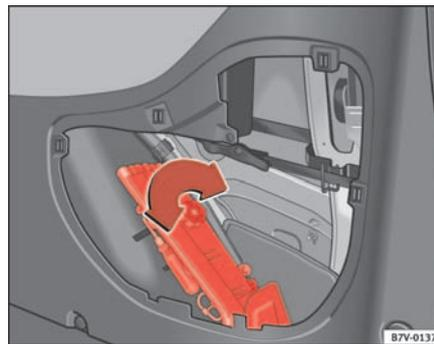

Abb. 152 Unterbringung Bordwerkzeug
Das Bordwerkzeug befindet sich im Gepäckraum hinter der linken Seitenverkleidung und ist mit einer Rändelschraube ⇒ Abb. 152 ① befestigt. Das Bordwerkzeug besteht aus folgenden Teilen:
- ① Werkzeugbox44)
- ② Schraubendreher mit Sechskant im Griff zum Heraus- oder Hineindreihen der gelockerten Radschrauben. Die Schraubendreherklinge ist umsteckbar. Der Schraubendreher steckt im Radschlüssel.
- ③ Abschleppöse, einschraubbar
- ④ Gabelschlüssel 10 x 13 mm
- ⑤ Drahtbügel44) zum Abziehen der Radmittenabdeckungen oder Abdeckungen für die Radschrauben